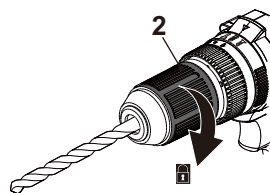

Fig. 3
- > Gire el manguito del mandril (2) en el sentido de las agujas del reloj hasta que la broca quede bien sujeta en las mordazas del mandril (1) (Fig. 3).